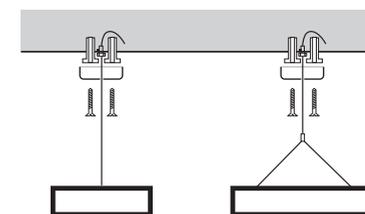

Рис. 4 Схема подвешного монтажа светильника PSO-01
1.7.3 подвешивается к любым прочим поверхностям при помощи специальных подвесов ШК 4895205052314 и ШК 4895205052338 (см. Рис.4).